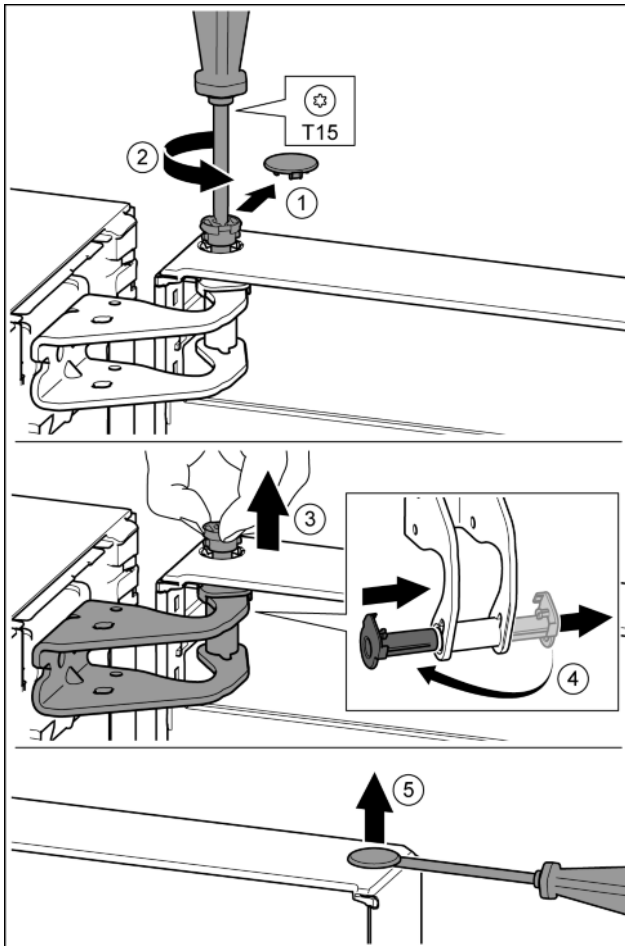

Fig. 13
- ▶ Осторожно снять предохранительную крышку. Fig. 13 (1)
- ▶ Немного выкрутить палец отверткой T15. Fig. 13 (2)
- ▶ Удерживать дверь и вытянуть палец рукой. Fig. 13 (3)
- ▶ Опорную втулку вывести из направляющей. Установить и зафиксировать с другой стороны. Fig. 13 (4)
- ▶ Осторожно приподнять шлицевой отверткой заглушку из опорной втулки двери и вынуть. Fig. 13 (5)